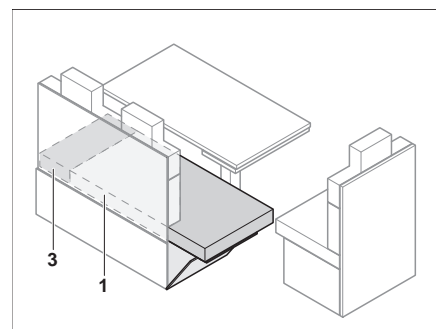

Fig. 112 Après l'agrandissement
- Tirer le coussin d'assise (Fig. 112,1) sur la rallonge de la banquette.
- Placer les coussins supplémentaires (Fig. 112,3) entre les coussins d'assise (Fig. 112,1) et la paroi extérieure.